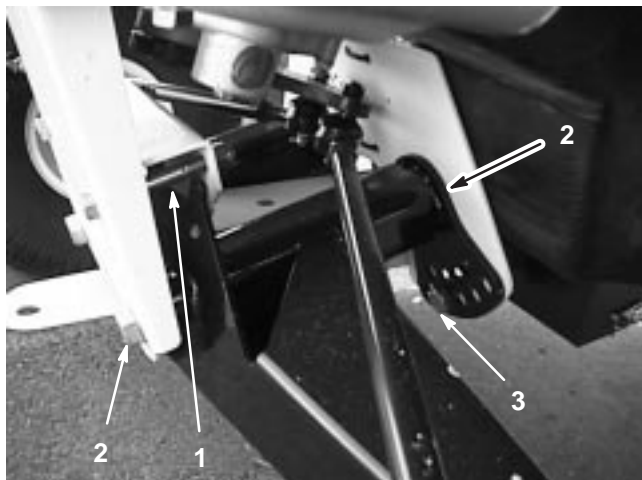

Figure 32
2. Enlevez le boulon limiteur de course (Fig. 32).
3. Desserrez les boulons de centrage dans le bras triangulé avant (Fig. 32).
4. Retirez le boulon de réglage de hauteur de caisse (Fig. 32).
5. Tournez le bras triangulé avant à la position voulue (voir la note ci-après), puis remettre en place le boulon de réglage de hauteur de caisse (Fig. 32).
7. Remettez le boulon limiteur de course (Fig. 32).